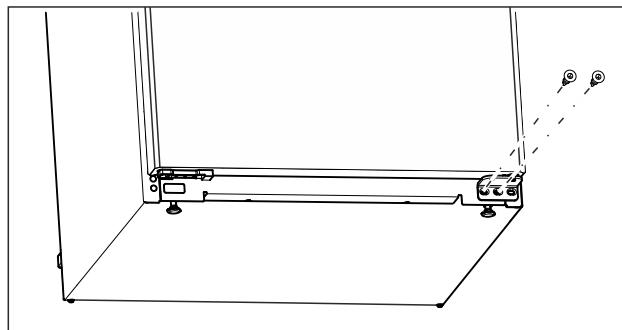

Fig. 10
- ▶ Na donjem ležajnom postolju odvrtite srednji vijak odvijačem Torx 20. (pogledajte Fig. 10)
- ▶ Na donjem ležajnom postolju odvrnite unutarnji vijak odvijačem Torx 20. (pogledajte Fig. 10)